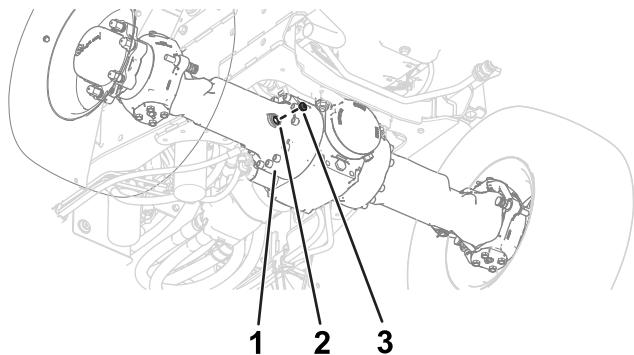
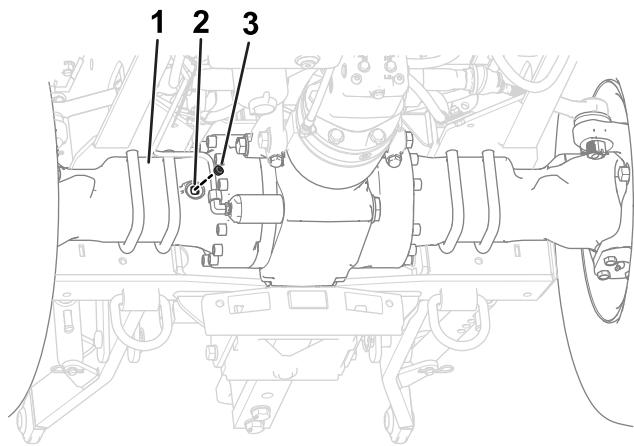

Figura 95
Figura 96
2. Remova os tampões do visor na caixa do diferencial do eixo (Figura 95 e Figura 96).
3. Olhe através do visor e verifique se o nível do óleo no eixo está nivelado com a parte inferior das roscas da porta (Figura 95 e Figura 96).
6. Instale o tampão do visor na porta do visor na caixa do diferencial do eixo (Figura 95 e Figura 96).
Nota: Consulte a Figura 96 relativamente à porta do visor do eixo traseiro.